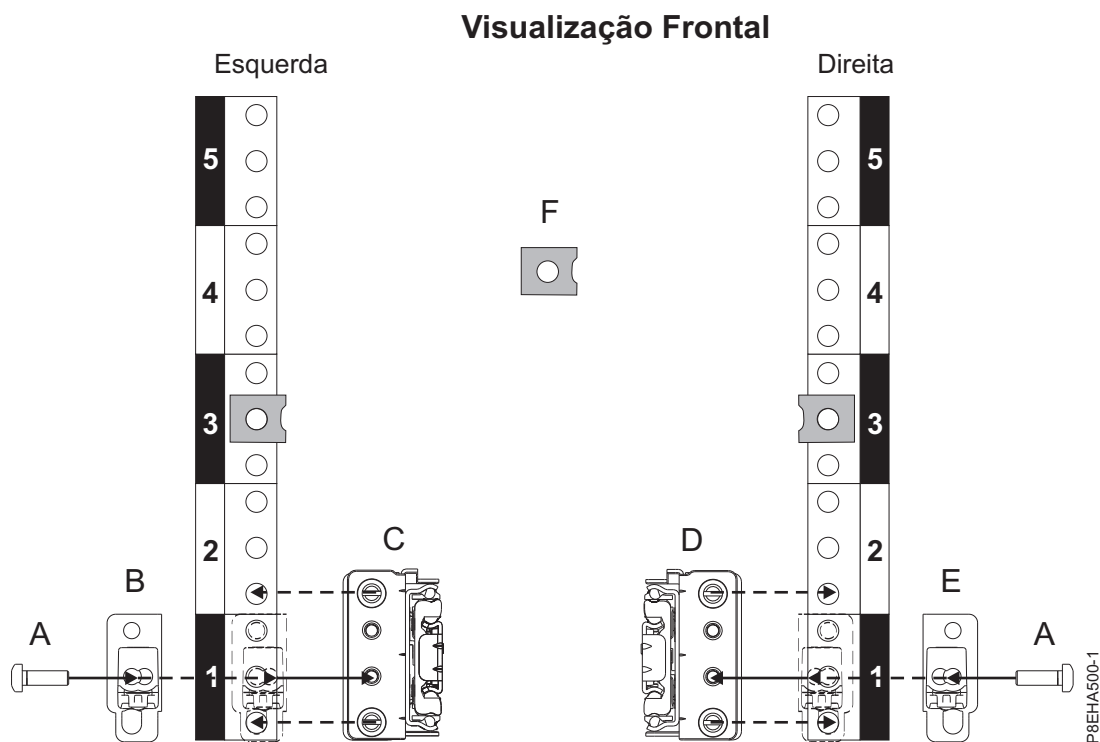

Figura 3. Conectando os trilhos deslizantes na frente do rack
3. Na frente do rack, posicione o trilho deslizante esquerdo (C) entre os padrões de montagem frontal e traseiro do lado esquerdo do rack EIA, conforme mostrado em Figura 3 na página 4.
6. Posicione o slam-latch bracket (B) para cobrir o espaço do EIA frontal do trilho deslizante, conforme mostrado em Figura 3.
7. Use a ferramenta hexa T25 para prender o suporte com trava de bloqueio no flange do trilho frontal com um parafuso cabeça panela de soquete torx M5 X 16 mm (A) colocado no furo do meio (1b) da unidade da unidade de rack EIA, conforme mostrado na Figura 3.
8. Repita as etapas de 2 na página 3 a 7 para o trilho deslizante direito (D), conforme mostrado em Figura 3. O trilho deslizante direito está registrado com um R no local frontal interno.
9. Conecte as duas presilhas de encaixe (F) aos locais 3b do EIA relativos nos padrões verticais frontais direito e esquerdo do EIA, conforme mostrado em Figura 3.